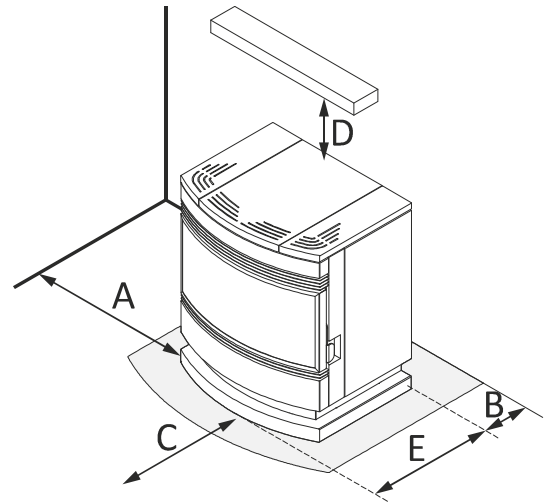

Figura 5
- 4.19.** Compruebe los espacios entre la estufa, el combustible y cualquier tipo de material inflamable, compruebe *figura 5 y 6*.